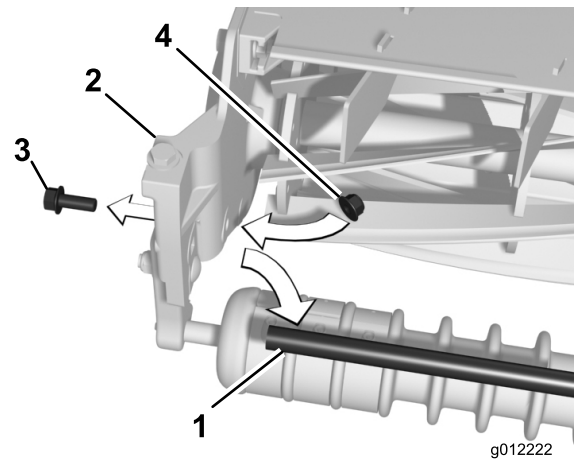

Bild 11
1. Schrauben Sie die zwei Bundkopfschrauben heraus, mit denen das Stützrohr an den Seitenplatten der Schneideinheit befestigt ist (Bild 11). Entfernen Sie das Stützrohr.
2. Befestigen Sie die Bundkopfschrauben mit den zwei beiliegenden Sicherungsbundmuttern (3/8") an den Seitenplatten der Schneideinheit (Bild 11).